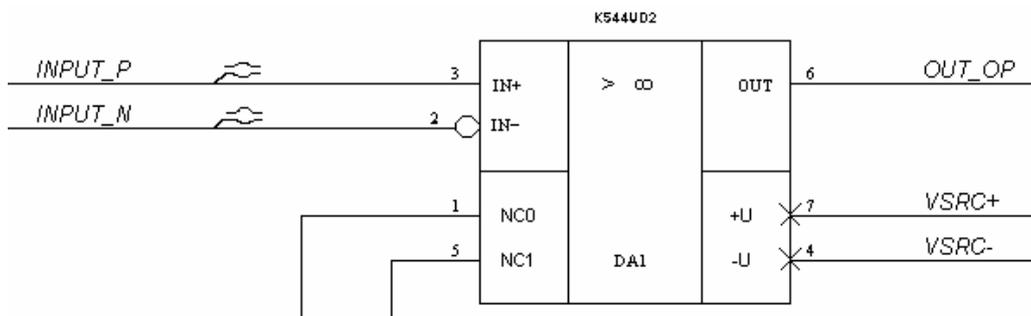

Рис. 7.15
2. Активизировать команду Place>>Directives>>Differential Pair и поместить метку дифференциальной пары на каждую из цепей пары (рис. 7.15).
1. Активизировать плавающую панель PCB и переключить ее в режим Differential Pairs Editor – редактирования дифференциальных пар (рис. 7.15). В среднем поле панели выводится список всех определенных в проекте дифференциальных пар, в том числе ранее назначенных в редакторе схемы.